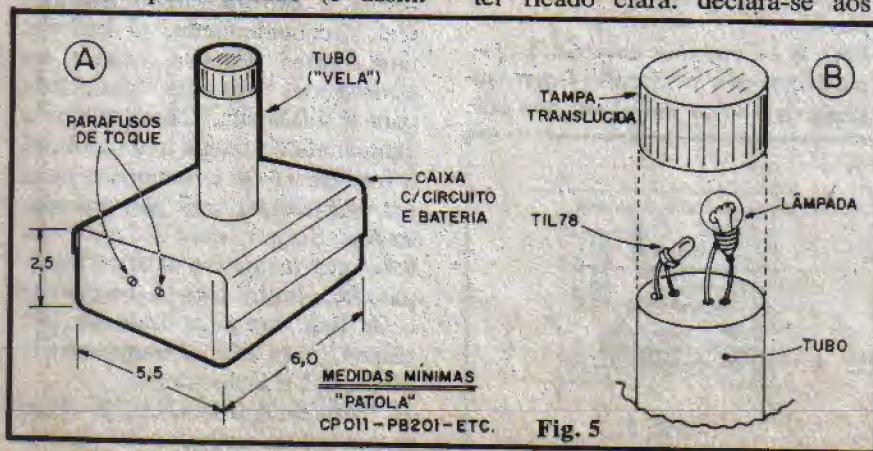

Fig. 5
- **FIG. 5** - Sugestão para "encaixamento" da LAMA e detalhes do conjunto óptico. Em 5-A temos a "cara" final da LAMA, com a plaquinha do circuito e a bateria acomodadas numa caixa com medidas mínimas de 6,0 x 5,5 x 2,5 cm. (sugestões: "Patola" CP011, PB201, etc.). Sobre a caixa básica, um tubo (plástico) medindo aproximadamente 10,0 de altura por 2,5 cm. de diâmetro pode ser fixado com cola de epoxy (tipo "Araldite") ou de ciano-acrilato (tipo "Super-Bonder"). No topo desse tubo, uma campânula translúcida deve acomodar o conjunto óptico, formado pela lampadinha e pelo foto-transistor (detalhes em 5-B). É importante que o TIL78 tenha sua "cabeça" sensora apontada para a lâmpada, de modo a receber diretamente a luminosidade desta. Uma prática sugestão para o tubo/campânula é o uso de embalagens de remédios ou cosméticos (muitas têm a forma e estrutura recomendada) que, frequentemente, já incluem uma tampa plástica branca ou translúcida, bastante apropriada para a finalidade. Observar que a campânula ou tampa que recobrirá o foto-transistor e a lâmpada deve ser translúcida, mas não transparente... Se por acaso o Leitor obteve uma tampa em plástico transparente, basta lixá-la levemente (usar lixa fina para madeira), por dentro, para que a transparência dê lugar à translucidez...